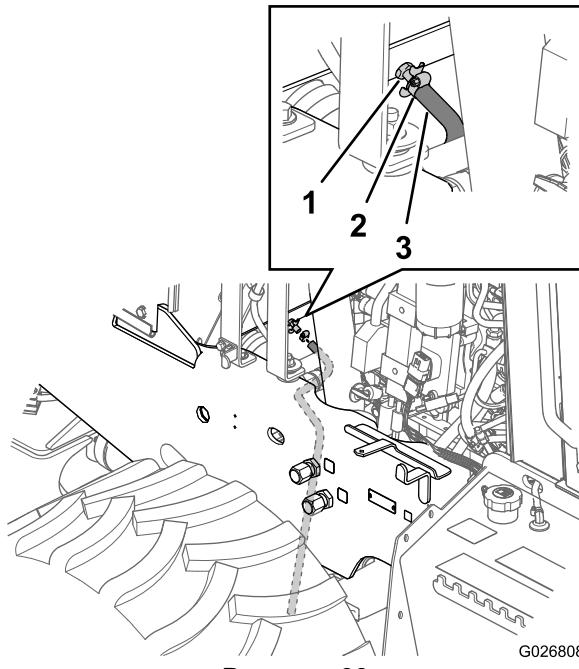
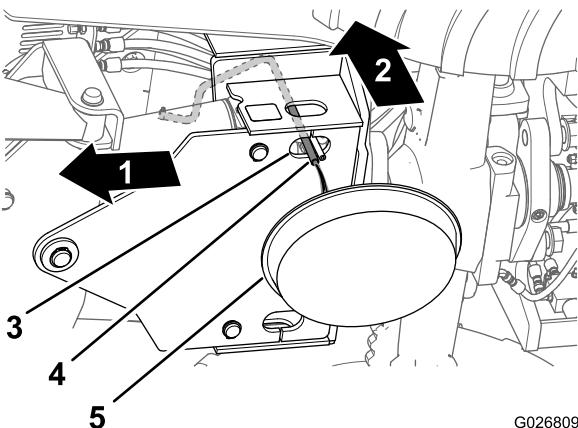

Рисунок 99
Рисунок 100
4. Надвиньте шланг, устойчивый к воздействию охлаждающей жидкости (3/8 x 30 дюймов) на выход сливного крана на радиаторе (Рисунок 99).
5. Прикрепите шланг к сливному крану с помощью хомута (Рисунок 99).
6. Проложите шланг вниз через отверстие в нижней опорной пластине для отвала обратной засыпки (Рисунок 100).
7. Установите сливной поддон с минимальной емкостью 23 л под открытый конец сливного шланга (Рисунок 100).
10. Снимите сливной шланг и хомут (Рисунок 99 и Рисунок 100).
- D. Откройте сливной кран и слейте чистящий раствор в сливной поддон (Рисунок 99 и Рисунок 101).